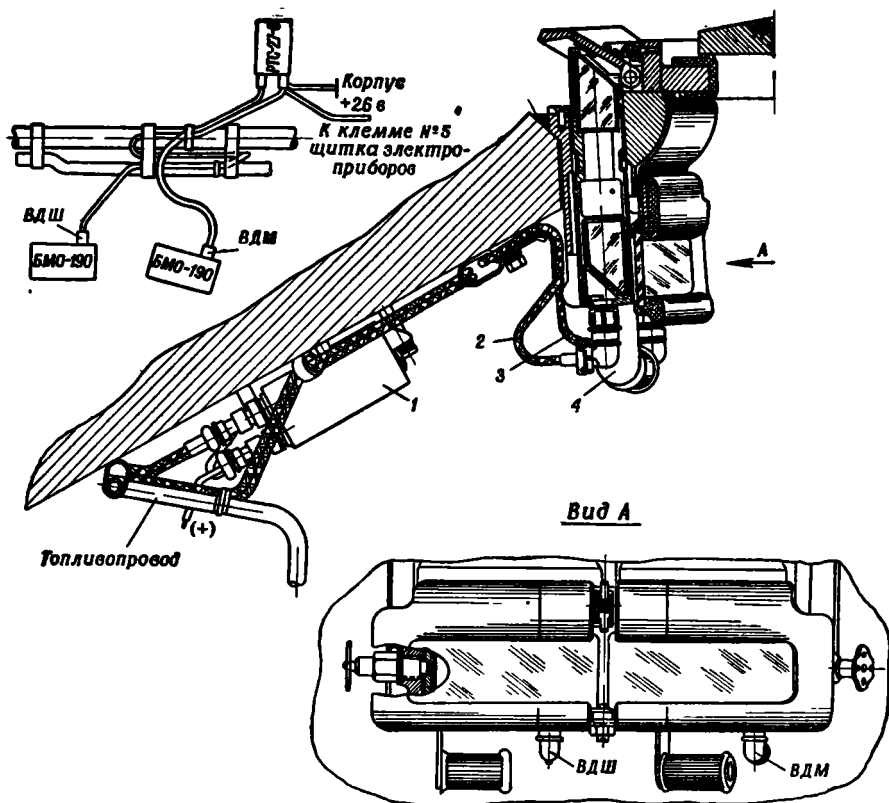

Рис. 6. Установка электрообогревных приборов БМО-190:
1. Отсоединить кабель, идущий от РТС-27-3 к штепсельному разъему смотрового прибора 4 (рис. 6).
1. Вставить прибор 4 (рис. 6) в шахту.